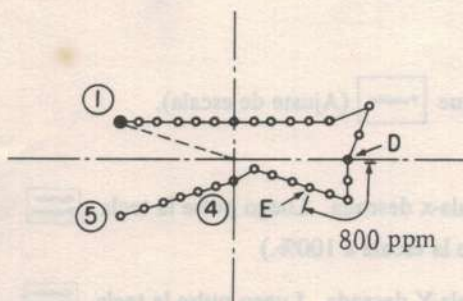

Fig. 8
Paso 32 Mueva la aguja usando las teclas y , y confirme que se ha cambiado la velocidad de cosido para la sección que se ilustra en la Fig. 8 comprobando la indicación en el LED.